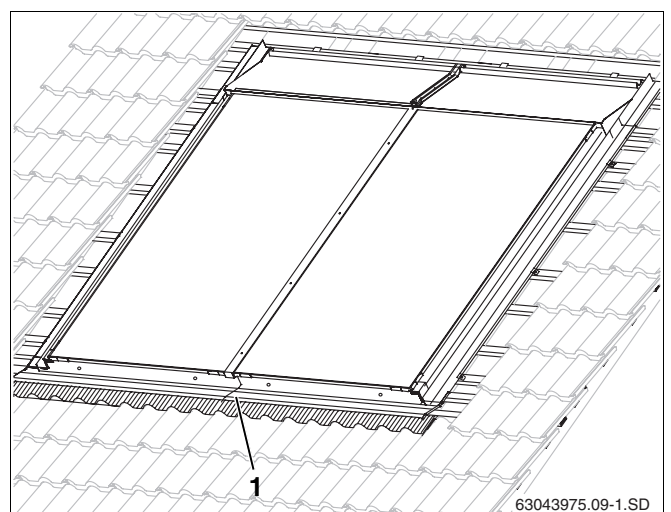

Fig. 40 Chapas protectoras montadas en todo el contorno
En el caso del montaje horizontal, no solape las chapas protectoras situadas en la parte inferior, centro y superior entre dos colectores (fig. 40, **pos. 1**) sino en la parte central de un colector.